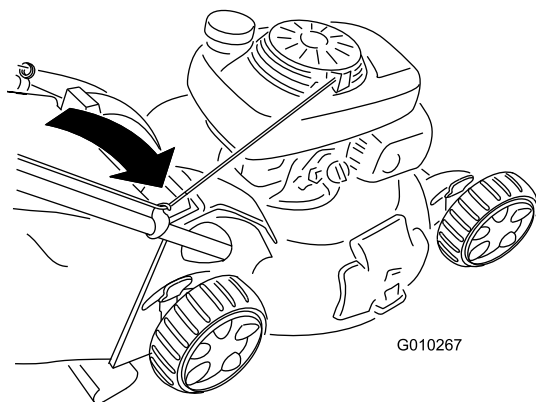

Figure 26
2. Faites passer le câble du lanceur autour du guide inférieur (Figure 26).